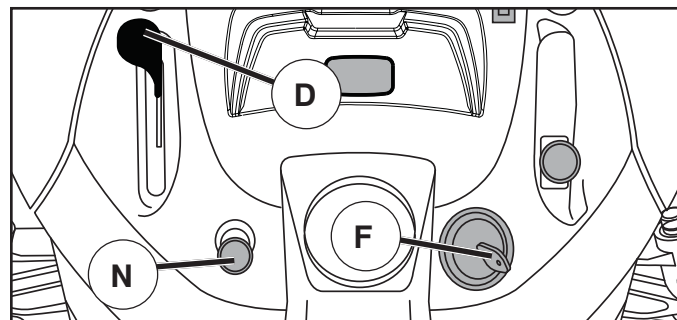

Fig. 19
- Mueva el control de la aceleración (D) a la posición de lento.
- Gire la llave de ignición (F) a la posición de apagado "STOP" y remueva la llave al abandonar el tractor para evitar el uso no autorizado.
### PARA USAR EL CONTROL DE LA ACELERACIÓN (D) (Vea Fig. 19)
### PARA USAR EL CONTROL DE ESTRANGULACIÓN (N) (Vea Fig. 19)